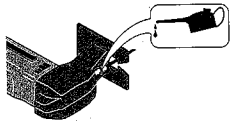

Fig. 4
1. Kolben regelmäßig, nach ca. 30 Minuten Laufzeit mit einigen Tropfen Motoröl versehen (Fig. 4).